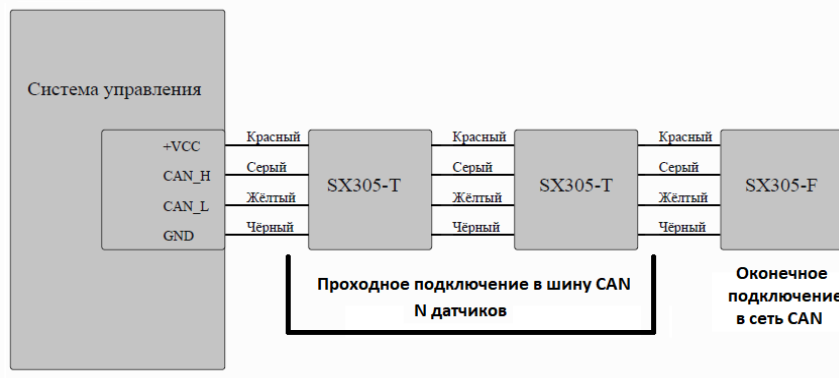

Рисунок 3: Рекомендуемая топология CAN шины.
5. Проложить соединительный кабель от датчиков до считывающего контроллера и выполнить соединение согласно схеме подключения. Рекомендуемая топология CAN шины показана на Рисунок 3. Допускается делать ответвления шины и выполнять соединение типа «звезда», однако такая топология может быть менее помехозащищённой и не обеспечивать работы шины CAN на высоких скоростях.